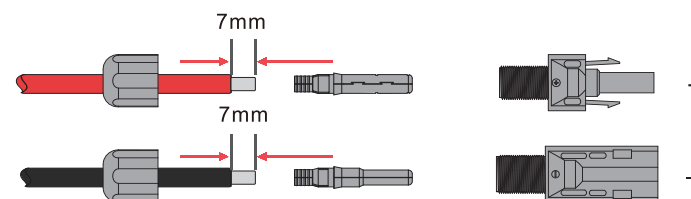

Figura 4.1-1 Cables y enchufes PV
Paso 1. Pele 7 mm del aislamiento del cable PV, desmonte la tuerca de la tapa del conector y pase un cable PV por la tuerca de la tapa del conector. Repita esta operación con todos los cables PV, prestando especial atención a la polaridad del conector, tal y como se muestra en la figura 4.1-1.